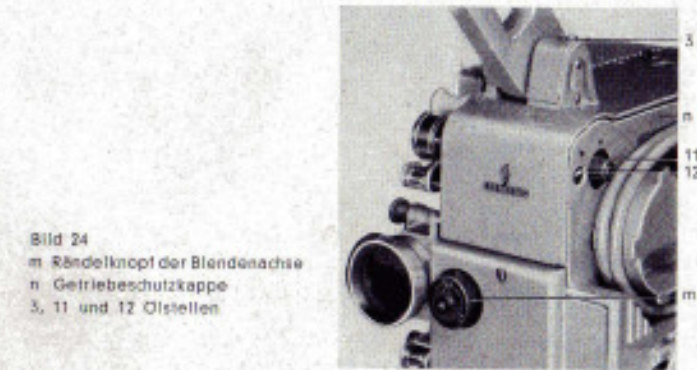
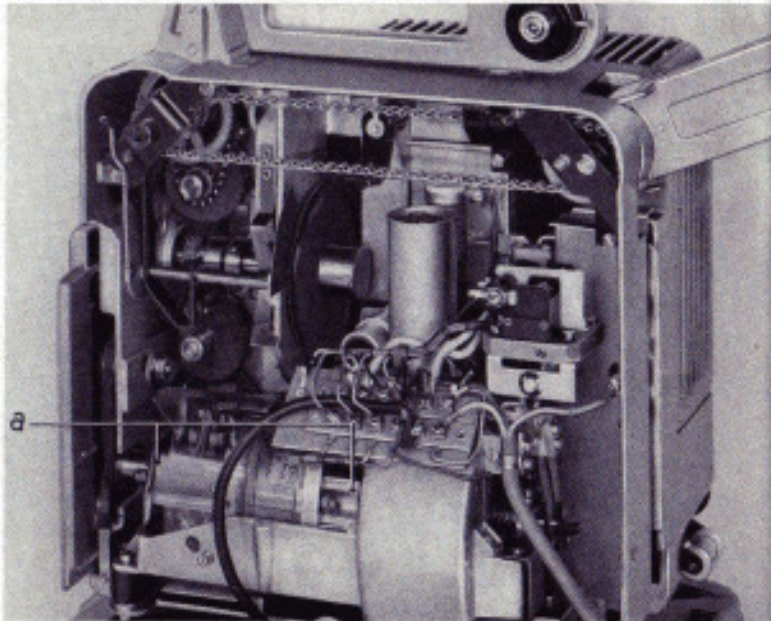

Bild 24
Bild 25
Danach Projektor einige Minuten ohne Film laufen lassen und das abgespritzte Öl sauber abwischen. Die Lagerstellen des Motors (Bild 25) sind jährlich ein- bis zweimal zu ölen. Zu diesem Zweck ist die Getriebebeschutzhülse n (Bild 24) abzuschrauben. Bei dieser Gelegenheit Motorkohlen auf Abnutzung überprüfen und gegebenenfalls erneuern.
1. Rändelknopf der Blendenachse so lange drehen, bis Markierungsstrich der Dreiflügelblende nach oben zeigt. (Siehe m im Bild 24.)